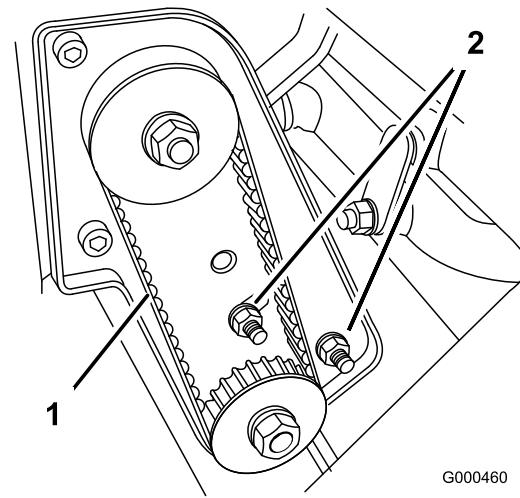

Figura 39
- A. Allentate i dadi di montaggio della sede del cuscinetto (Figura 39).
- Serrate i dadi di montaggio della sede del cuscinetto tenendo ferma nel contempo la chiave torsiometrica all'impostazione prescelta (Figura 39). Non tendete eccessivamente la cinghia.